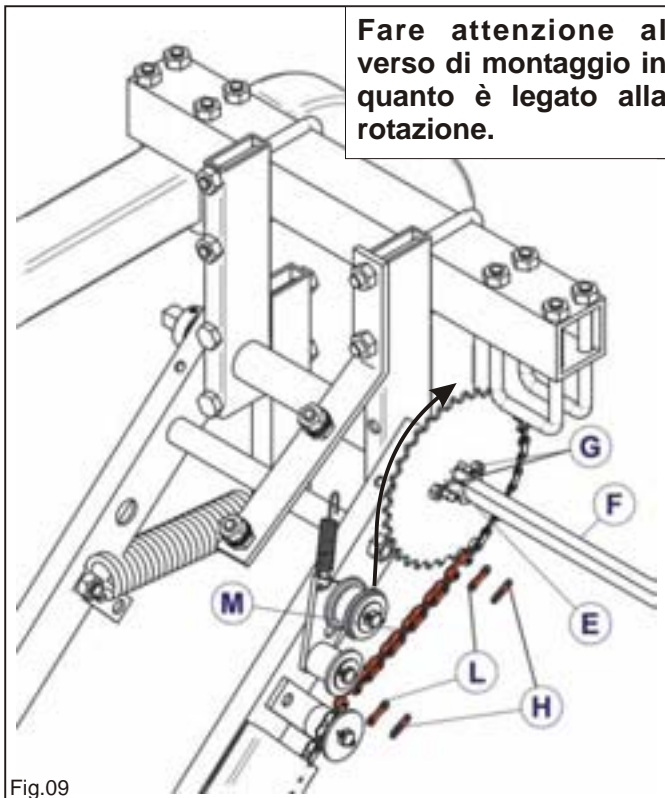

Fig.09
- 1 Portare la catena nella posizione raffigurata (Fig.09) (così facendo non serve smontare alcun pezzo se non il carter di protezione)